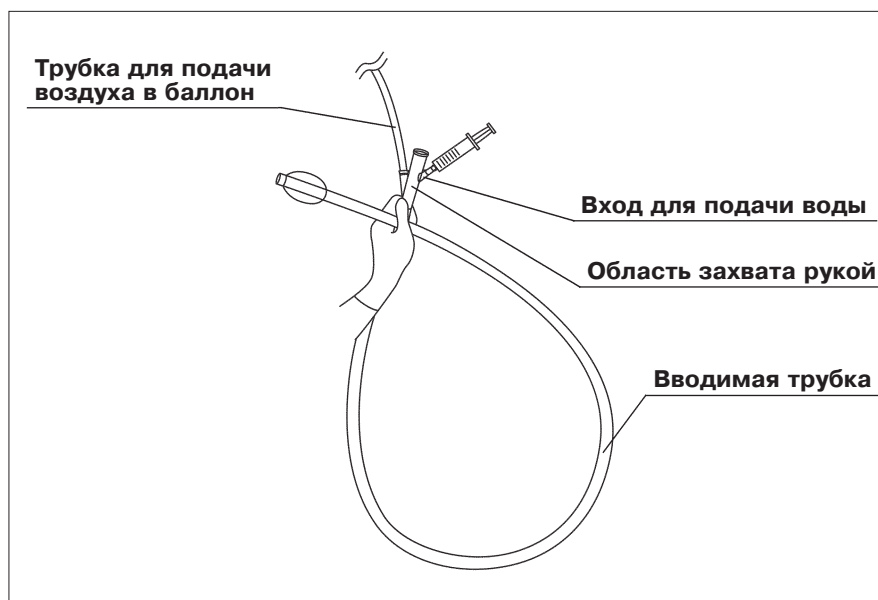

Рис. 3.16
3. Удерживайте шинирующую трубку одноразового использования одной рукой в области захвата рукой и в области дистального конца (см. рис. 3.16).
4. Используя шприц ёмкостью 30 см3 (30 мл), введите 20 см3 (20 мл) стерильной воды через вход для подачи воды в шинирующую трубку одноразового использования (см. рис. 3.16).